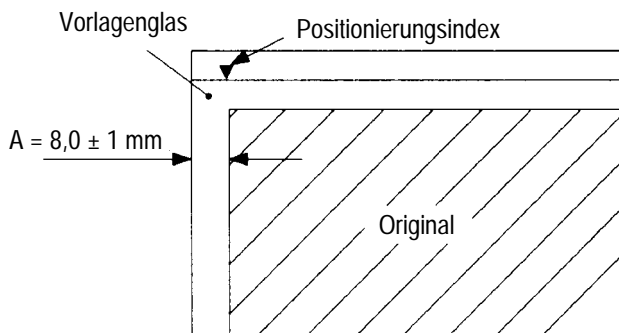

Abb. 5 - 132
- 4) Den RDF behutsam öffnen und die Strecke A aus Abb. 5 - 132 messen. Danach den RDF behutsam schließen.